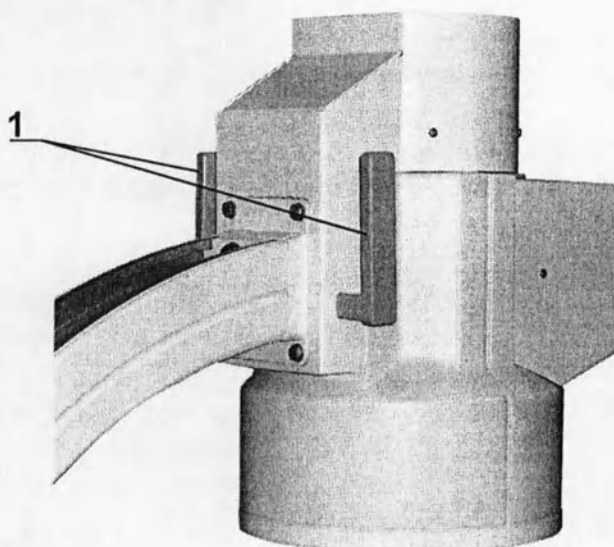
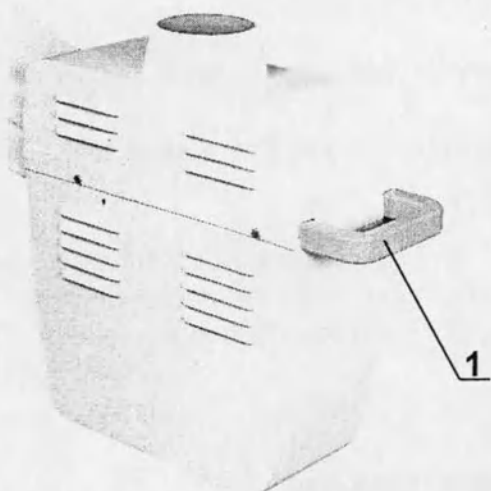
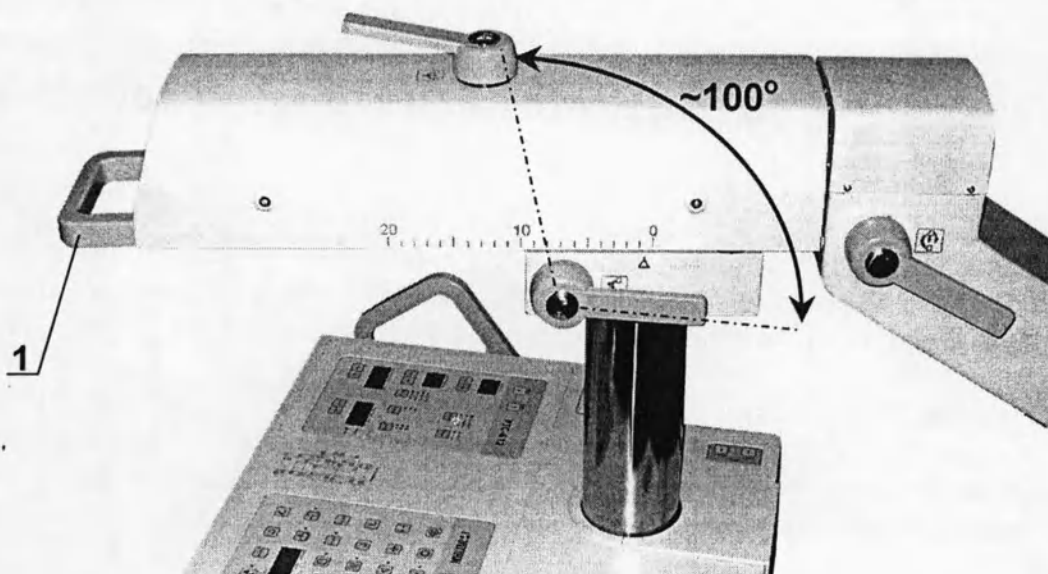

Рис. 2.10. Электронно-оптический блок на С-дуге.
Рис. 2.12. Источник излучения на С-дуге
Рис. 2.14. Ручка управления поворотом вокруг вертикальной оси.
- **Возьмитесь** рукой за **ручку(и)** на корпусе электронно-оптического блока (рис.2.10, поз.1). При необходимости, можно корректировать поворот С-дуги другой рукой.
- **Возьмитесь** рукой за **ручку** на корпусе электронно-оптического блока (рис.2.10, поз.1). Если это удобнее для выбранного перемещения, можно взяться за ручку на корпусе источника излучения (рис.2.12, поз.1).
Ручка управления поворотом вокруг вертикальной оси показана на рис.2.14 .
- **Поверните ручку** вниз до упора (как показано на рис.2.14),
- **Возьмитесь** рукой за **ручку(и)** на корпусе электронно-оптического блока (рис.2.10, поз.1) или ручку на корпусе штатива (рис.2.14, поз.1). При необходимости, можно корректировать поворот С-дуги другой рукой.
⚠ РЕКОМЕНДАЦИЯ! Соблюдайте пределы перемещения штатива (см. Глава 1, п.1.5) и угол поворота ручки (рис.2.14).